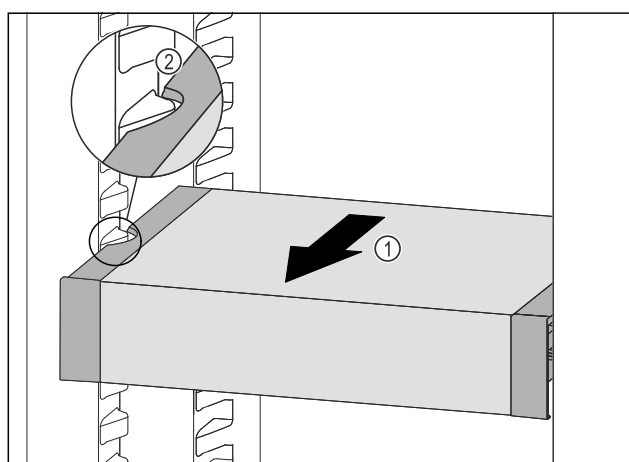

Fig. 128
- ▶ VarioSafe ťahajte dopredu Fig. 128 (1), kým sa bočné vybrania VarioSafe nebudú nachádzať vo výške rebra nádoby v chladničke. Fig. 128 (2)